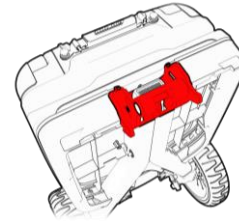

Figure 56
3. Bringen Sie die beiden Teile zusammen (siehe Abbildung 56), um die beiden Enden richtig auszurichten. An diesem Punkt rastet der zentrale Entriegelungsknopf ein.